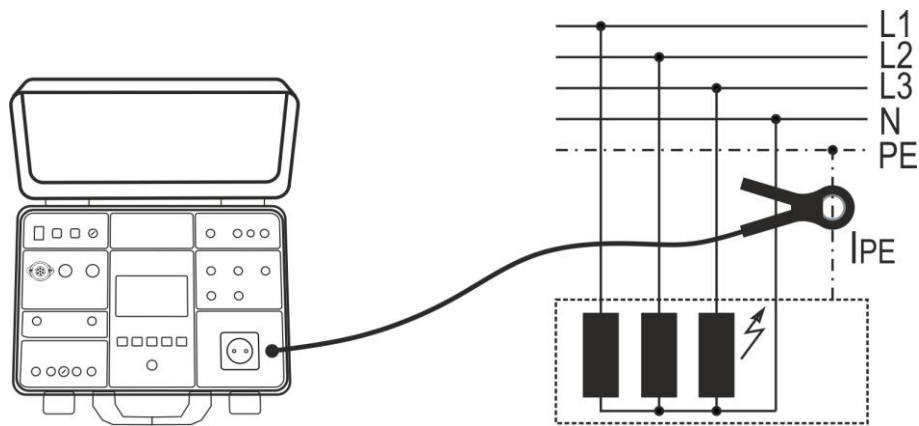

Fig. 72: Conexión de la pinza de corriente en la medida ILEAK
7. Conecte la pinza de corriente al cableado a medir de acuerdo con la Fig. 72